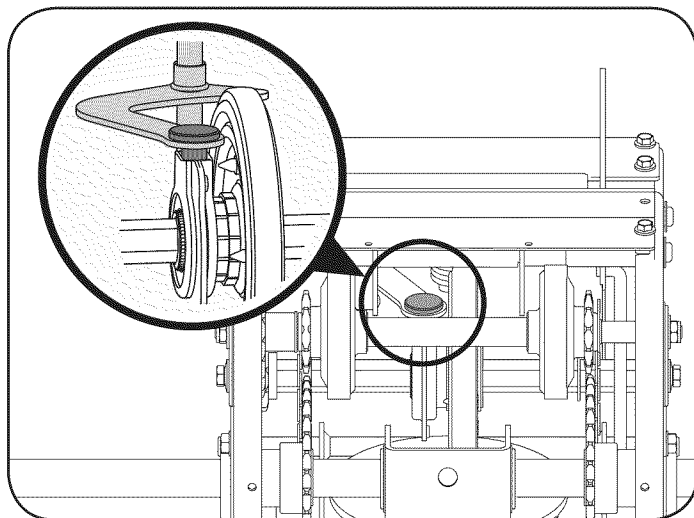

Figura 39
- Reposicionar el montaje de la rueda de fricción en la nieve lanzador marco. Inserte el pasador del selector de velocidad de brazo de montaje en la rueda de fricción de reunión y de mantener en la posición de montaje. Consulte la Figura 39.